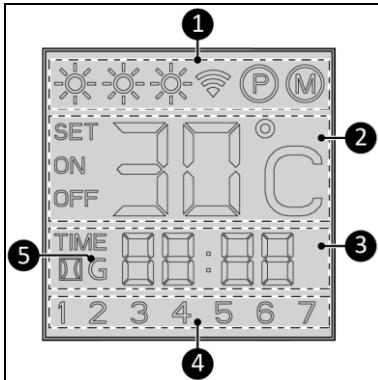

Figura 5
Indicator de stare (Figura 5, poz. 1):
Indicator de temperatură (Figura 5, poz. 2):
Indicator de temperatură (Figura 5, poz. 3):
- „G” (Figura 5, poz. 5) indică faptul că dispozitivul este conectat la termostatul Wi-Fi.
Indicator de zi (Figura 5, poz. 4):